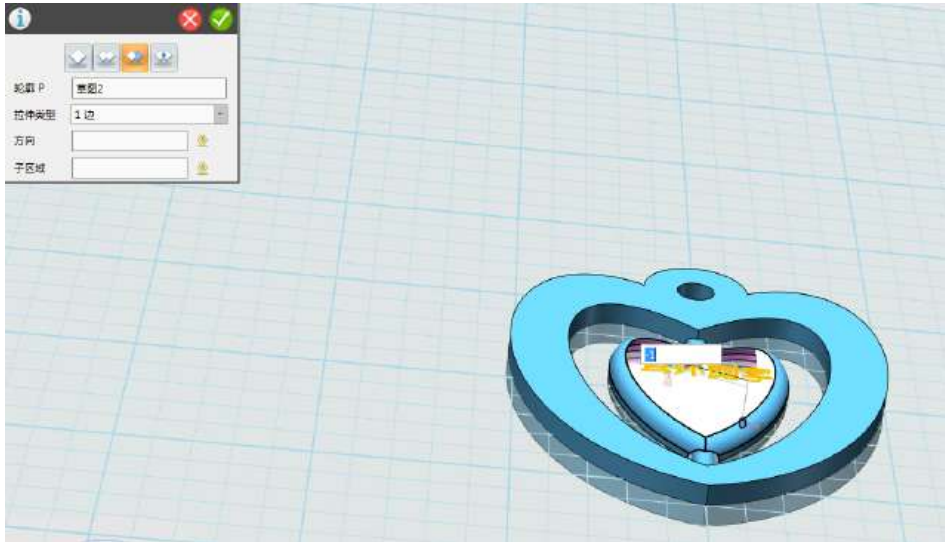

图 1-20
Step 20 拉伸刻字。点击“特征造型”，选择选择“拉伸”功能，轮廓选择之前写的字，然后在结束点输入“-1”，记住一定要选择“减运算”，如下图 1-20 所示：